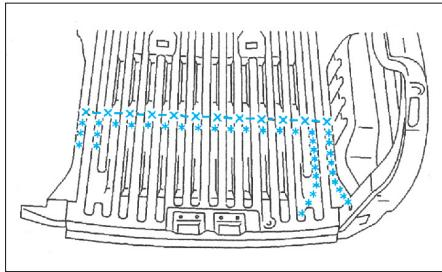

FIG. 126
- Dégrafer les points de soudure électrique à l'aide d'une fraise Ø 8 mm (Fig.126).